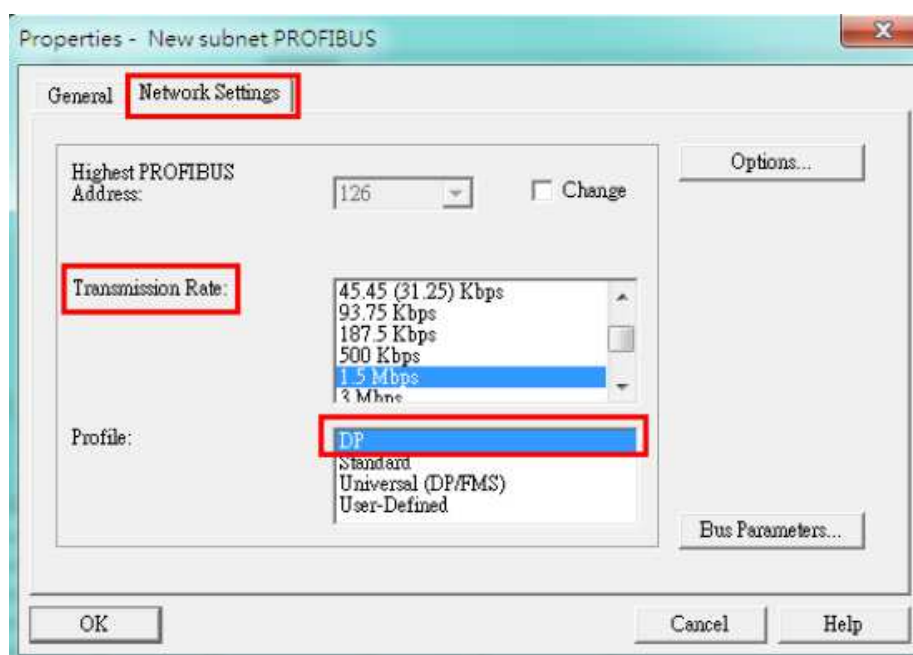

Рис.12
1.2.2 Выберите скорость передачи данных для нового соединения. Например, 1,5Мбит/с. Укажите тип профиля как **DP**. Нажмите **OK** (Рис.12):